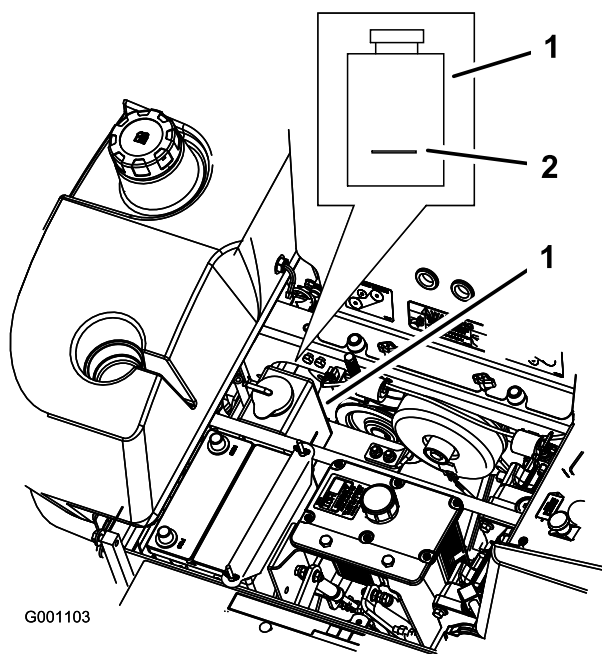

Bild 60
3. Überprüfen Sie bei abgekühltem Motor den Stand des Überlaufgefäßes. Der Flüssigkeitsstand muss mindestens das Niveau der an der Außenseite der Überlaufgefäßes angebrachten Markierung haben (Bild 60).
4. Ist der Kühlmittelstand zu niedrig, so wird ein 50/50 Gemisch aus Frostschutzmittel/Dex-Cool® und Wasser in das Überlaufgefäß gegeben (Bild 60).
5. Geben Sie das 50/50 Kühlmittelgemisch in das Überlaufgefäß bis zur am Gefäß angebrachten Markierung (Bild 60).